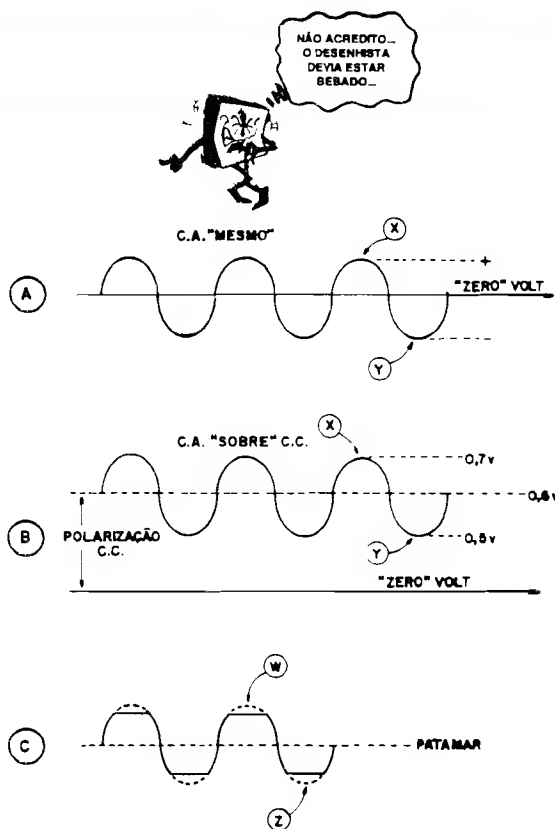

Fig. 21
- **FIG. 21-A** - Numa C.A. "pura" (ver gráfico de representação) temos um "patamar" fixo de "**zero**" volts, com os níveis de tensão alternando "para cima" desse patamar (semi-ciclos **positivos**) e "para baixo" do dito cujo (semi-ciclos **negativos**). Em outras palavras: com o nível de tensão no ponto "X" este estará "mais positivo" do que o referencial de "zero" volt; já com o nível de tensão no ponto "Y", este estará "mais negativo" do que o referencial de "zero" volt...
- **FIG. 21-B** - Já nos circuitos e componentes eletrônicos (na es-
- **FIG. 21-C** - Esse conceito da “C.A. encavalada” sobre a C.C., bem como a correta determinação dos níveis de polarização do transistor têm muita importância quando se exige a absoluta “**preservação**” da forma de onda ori-